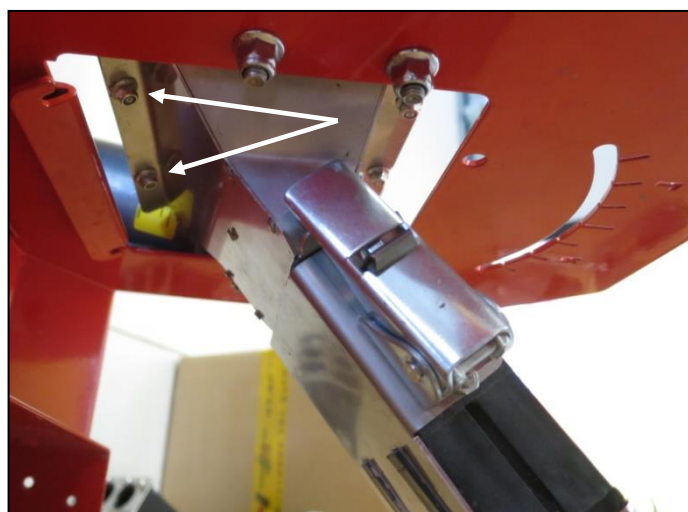
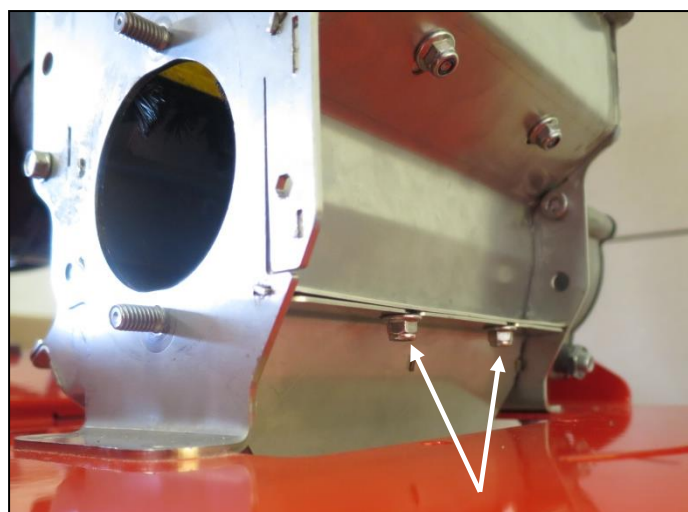
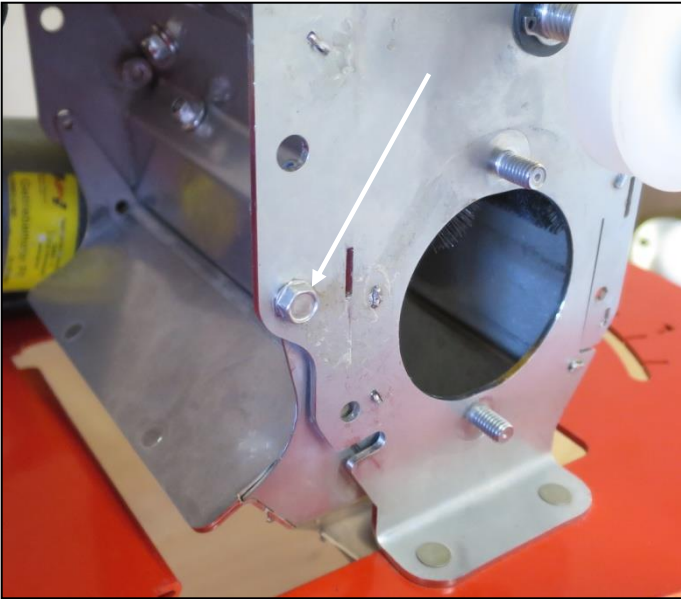

Abb.: 98
Abb.: 99
Abb.: 100
- Befestigen Sie die Gebläseabdeckplatte mit den beiliegenden Flanschmuttern an der Unterseite (Abb.: 98). Mit den zuvor gelösten Flanschmuttern befestigen Sie den Luftkanal an der Vorderseite (Abb.: 99), bzw. seitlich mit jeweils einer Sechskantschraube (Abb.: 100).